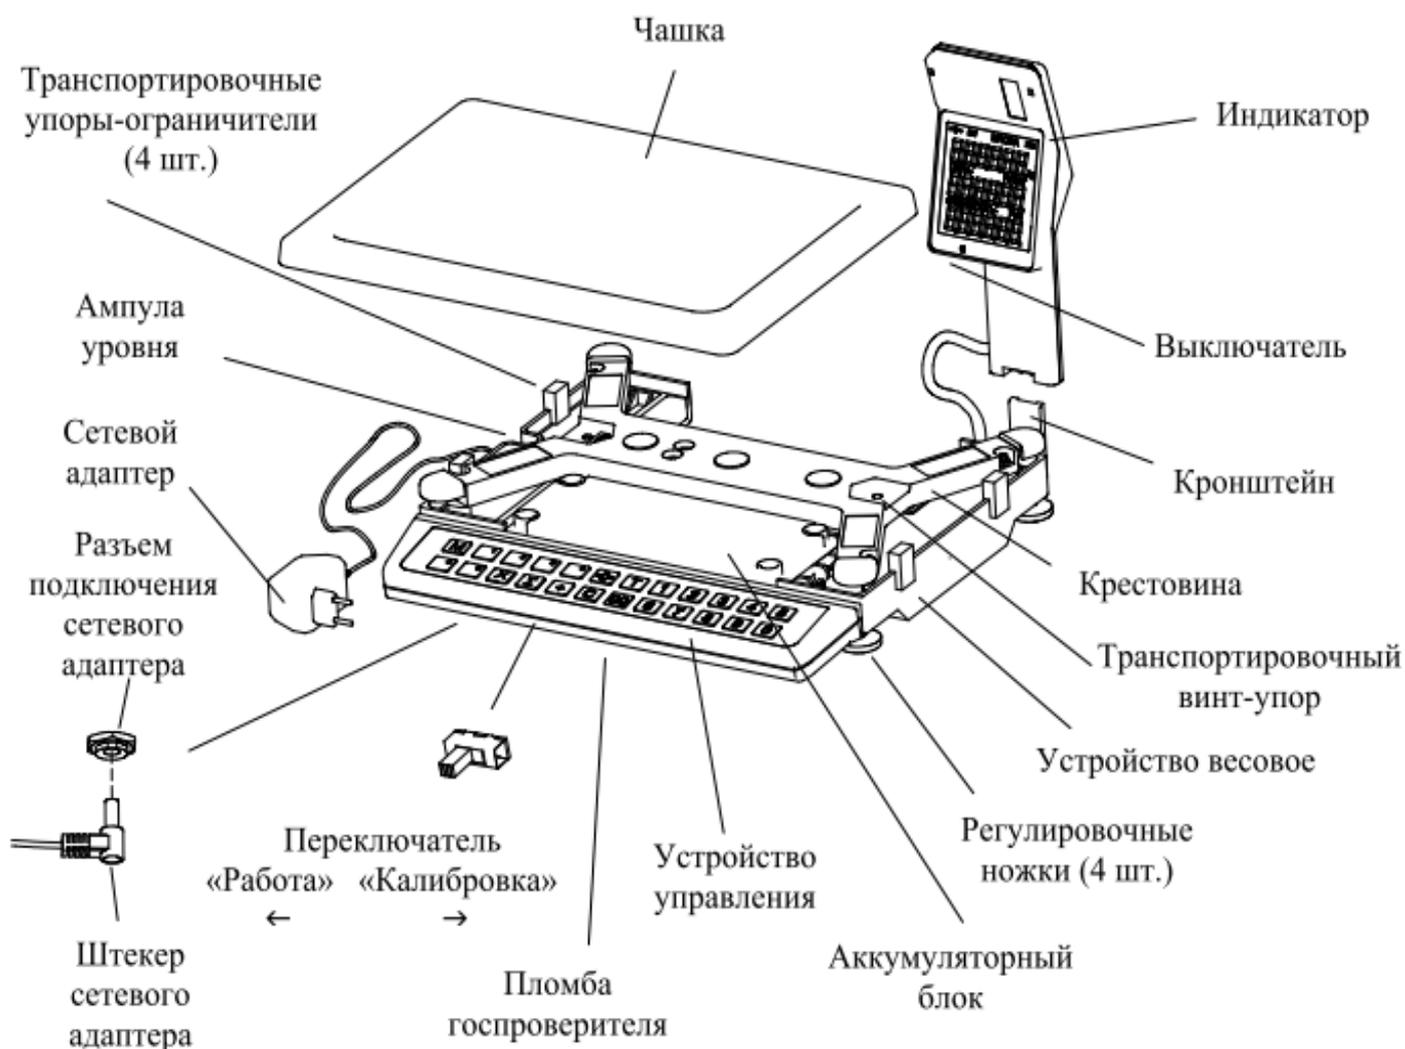

Рис. 5.1- Весы МК_T11
- включить весы в режим калибровки. Для этого необходимо вывернуть винты крепления крышки устройства управления (рис. 5.1), снять крышку и установить переключатель режима работы в положение «Калибровка», установить крышку на место;
- установить переключатель в положение «Работа» (рис. 5.1);